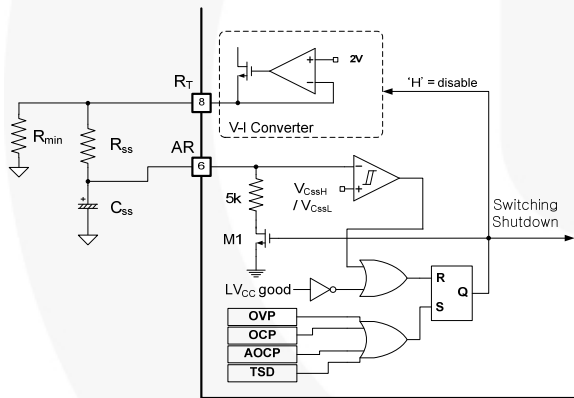
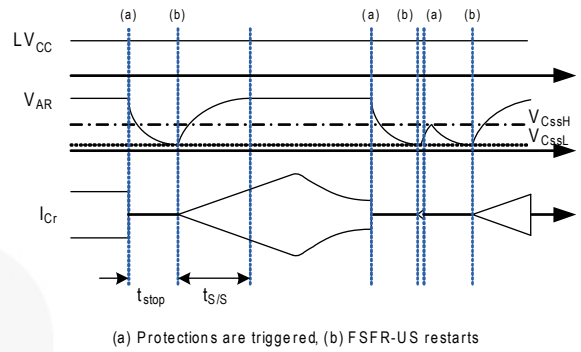

图 20. AR 引脚的内部框图
图 21. 自动重启操作
4. 自重启：即使外部电源电压触发内置保护，FAN7621S 也可自动重启。如图 20 和图 21 所示；一旦触发任何保护，M1 开关即导通并且禁用 V-I 转换器。C_{SS} 开始放电，直至 C_{SS} 上的 V_{CSS} 降至 V_{CSSL}。然后所有保护复位，M1 关断，并且 V-I 转换器恢复。FAN7621S 再次通过软启动开始开关操作。如果在 V_{CSS} 处于 V_{CSSL} 和 V_{CSSH} 电平以下时触发保护，将立即终止开关操作，V_{CSS} 继续增大直至达到 V_{CSSH}，然后 C_{SS} 被 M1 放电。
5. 保护电路：FAN7621S 具有多个自我保护功能，如过流保护 (OLP)、异常过流保护 (OCP)、过压保护 (OVP) 和热关断 (TSD)。这些保护为自动重启模式保护，如图 21 所示。